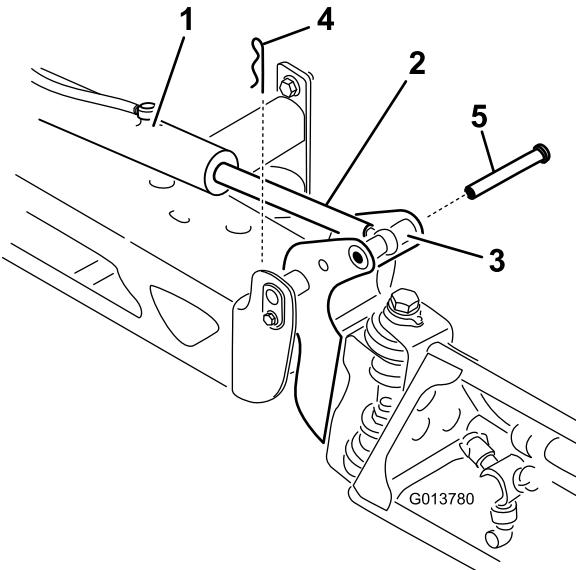

Рисунок 118
2. Извлеките шплинт из оси поворота (Рисунок 118).
- Поднимите стрелу, извлеките штифт (Рисунок 118) и медленно опустите стрелу на землю.
- Удерживая стрелу, вставьте штифт через ось поворота стрелы и конец штока (Рисунок 118).